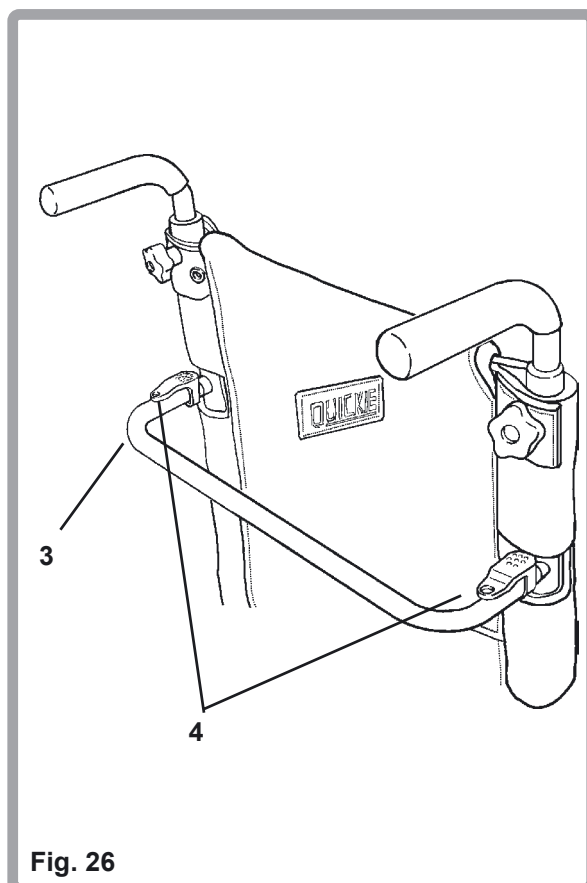

Fig. 26
Pour donner une rigidité supplémentaire à ces fauteuils, une barre de soutien du dos (3) peut être montée (Fig. 26). Pour retirer la barre, avant de plier le fauteuil, les leviers (4), doivent être enfoncés des deux côtés de la barre; en les maintenant enfoncés, retirer la barre en tirant vers l'arrière.